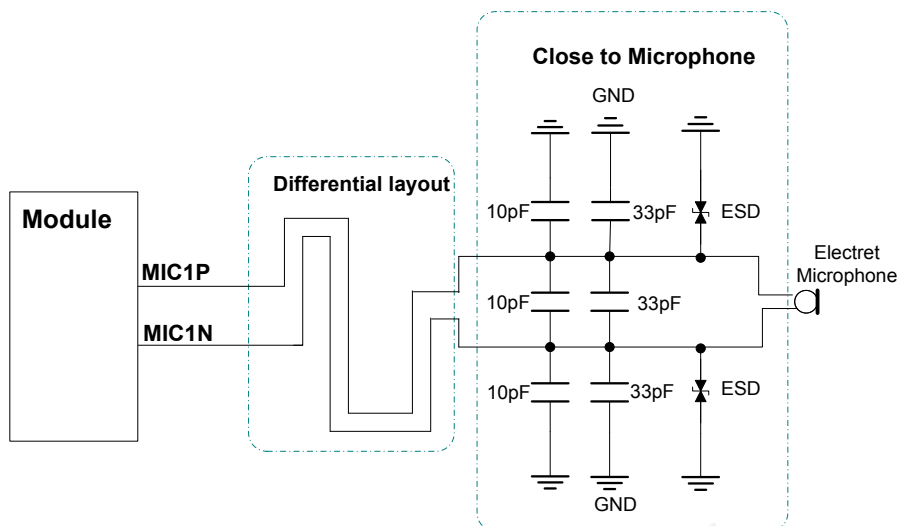

图 1: AIN1&AIN2 麦克风参考电路
- 图 1 中的 33pF 电容用于滤除 GSM900 频段的射频干扰，如果在 SPK 线路上缺少这颗电容，则本端会听到 TDD 噪音，如果在 MIC 线路上缺少这颗电容，则远端会听到 TDD 噪音。10pF 电容用于滤除 DCS1800 频段的射频干扰。电容的谐振点和它本身的材料、封装、制造技术有很大关系，所以用户可以根据电容供应商提供的谐振点指标，选取最合适的电容值来分别滤除 GSM850, GSM900, DCS1800 和 PCS1900 不同频段上的射频干扰。参考电路中的 33pF 和 10pF 仅为推荐。